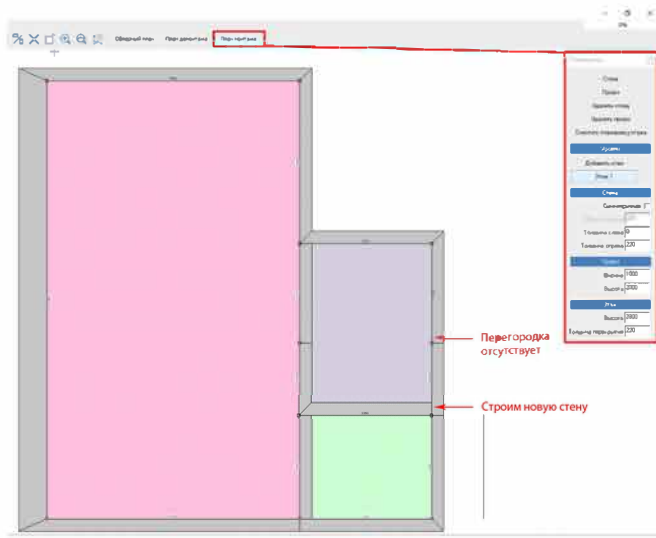

рис. 73
3. Построение плана монтажа (рис. 73).